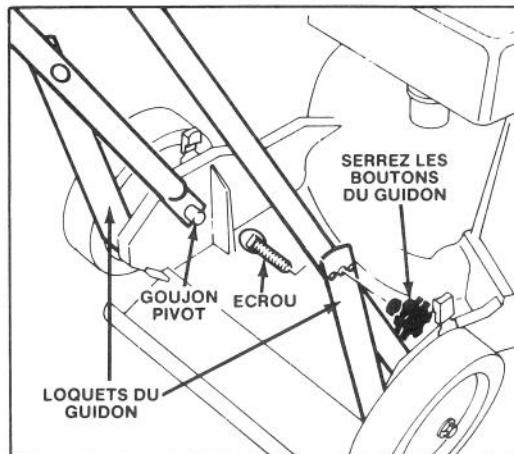

Figure 1
**1. MANCHERON INFÉRIEUR (Fig. 1)** — Poussez l'une vers l'autre les extrémités du mancheron inférieur et installez-le sur les goujons-pivots. Insérez les boulons à travers le trou des loquets du guidon et installez les boutons du guidon. Serrez bien. Veillez à ce que le câble de commande soit vers l'arrière et à l'intérieur du guidon.